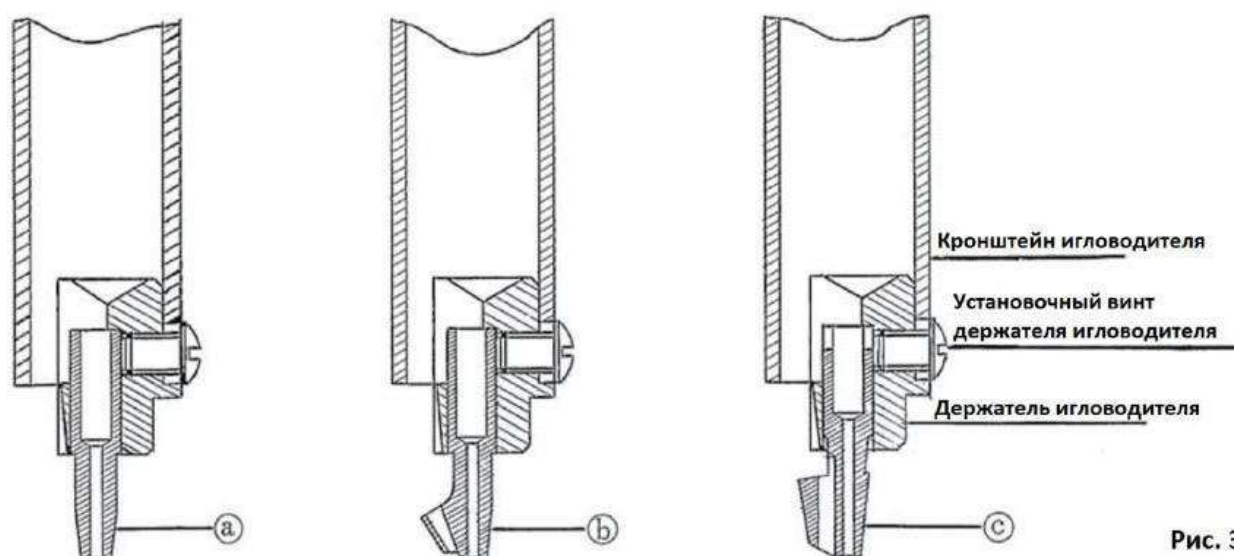

Рис. 3
Ослабьте барашковый винт (L) и поворачивайте пластину (D) до тех пор, пока отверстие в ней не образует с иглой одну линию, затем затяните барашковый винт (L). Далее вставьте новый игловодитель (N) в нижнюю часть держателя (O) и с помощью отвертки плотно затяните винт. Вставьте держатель игловодителя (O) в кронштейн (см. рис. 3) и плотно затяните винт. Ввинтите новую иглу внутрь игловодителя (A) и затяните ее, используя клещи из комплекта аксессуаров к машине. Опустите игловодитель (A) вниз и отрегулируйте его высоту так, чтобы пространства под